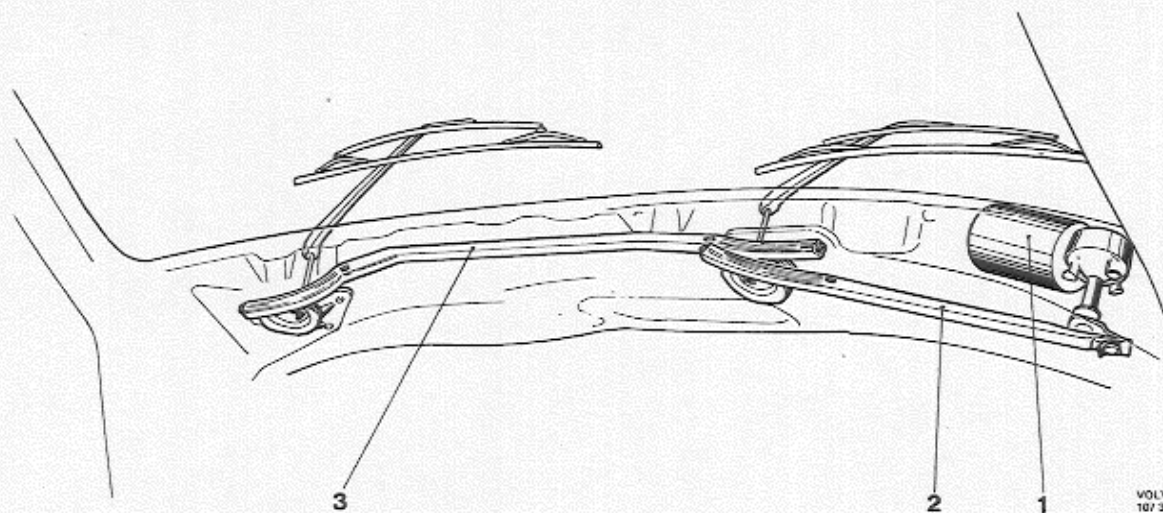

Abb. 3-15 Ausbau der Gelenkstangensicherung
1. Gelenkstange von der Kurbel am Wischermotor abbauen. Vorher die Sicherung entfernen, siehe Abb. 3-15.